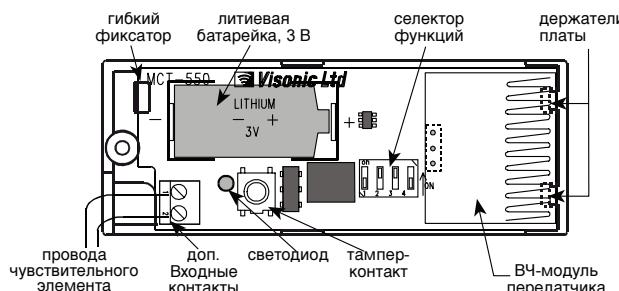

Рис. 7 - Плата
- I. Соедините два провода кабеля чувствительного элемента с входными контактными гнездами (см.рис. 7). Провода могут соединяться с контактами в любом порядке.